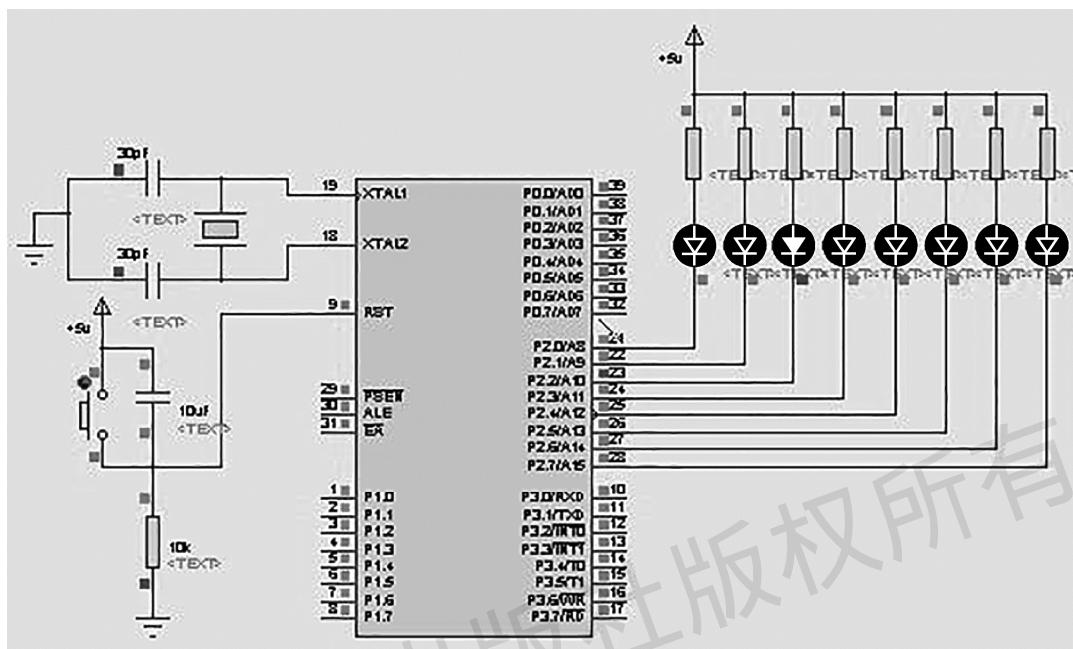

图 1-1-27 8 位流水灯依次点亮仿真效果图
(2) 在 Proteus 软件界面上，单击仿真按钮, 即可看到 8 位流水灯依次点亮的仿真效果，如图 1-1-27 所示。